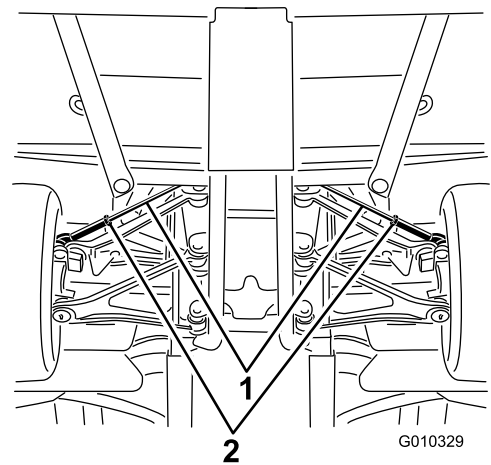

Bild 59
- A. Lösen Sie die Klemmmutter in der Mitte der Spurstange (Bild 59).